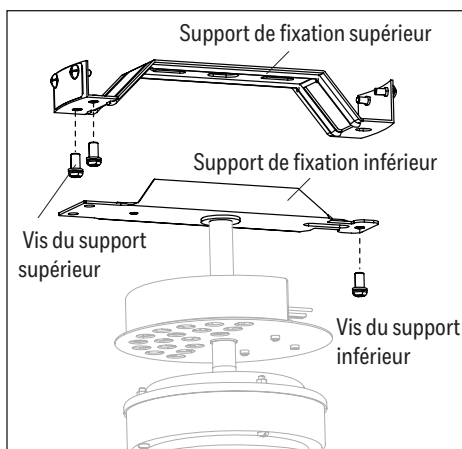

Figure 2.1
1. **Remarque** : Retirez le dispositif de retenue des fils des fils qui se trouvent sur le support inférieur. Retirez la vis du support inférieur préassemblée du support de fixation inférieur et les vis du support supérieur du support de fixation (Figure 2.1).